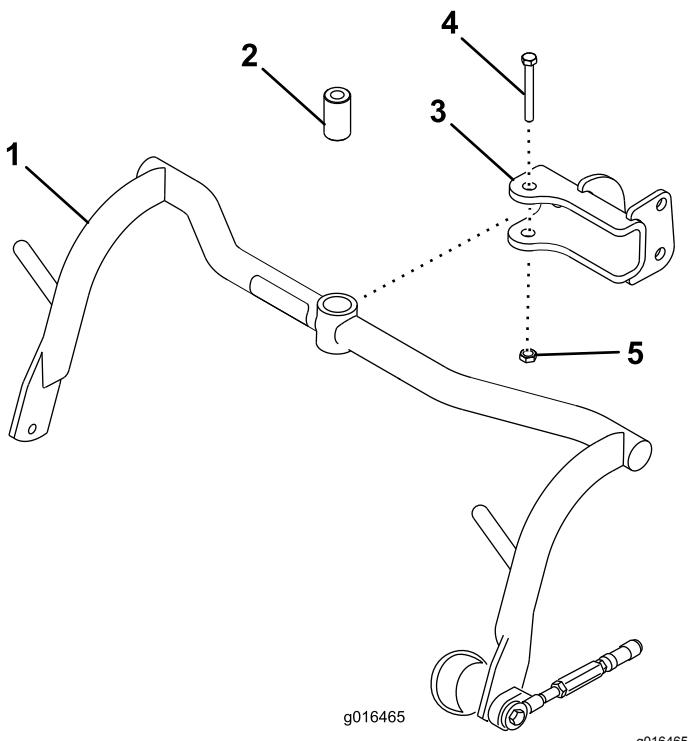

Figura 8
1. Montate un gruppo telaio portante su ciascun perno con testa con un distanziale, un bullone (1/2" x 3 1/4") e un dado di bloccaggio (1/2"); fate riferimento a Figura 8. Serrate a una coppia di 91 - 113 N·m.